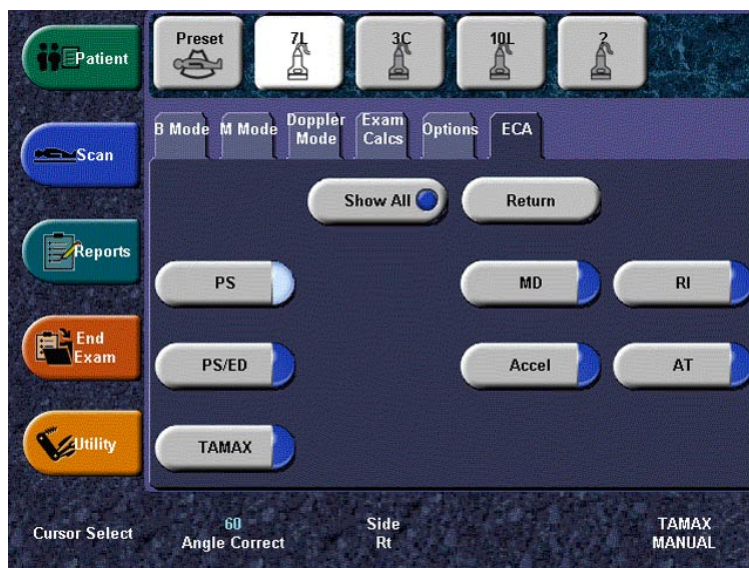

Рис. 11-12. Папка ICA
2. Нажмите сенсорную кнопку **Show All** (Показать все). См. Рис. 11-12.